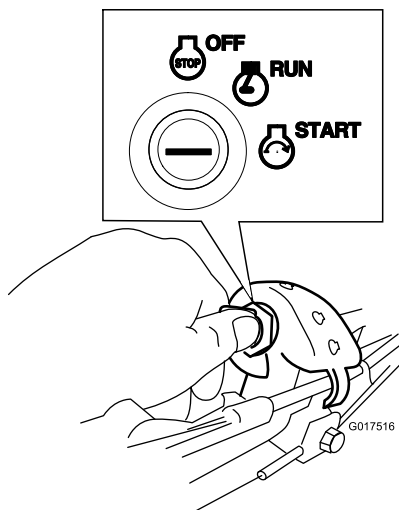

Рисунок 17
- **Ключ зажигания** Поверните ключ зажигания в положение Start (Запуск) и удерживайте в этом положении (Рисунок 17); когда двигатель запустится, отпустите ключ.
1. Поверните ключ зажигания в положение Run (Работа) Рисунок 17